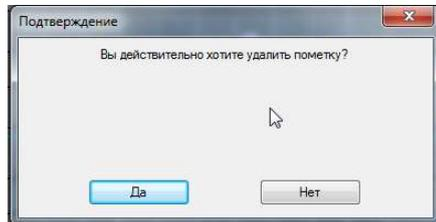

Рис.80. Окно подтверждения удаления.
2. Появится окно «Подтверждение» (см. рис. 80).